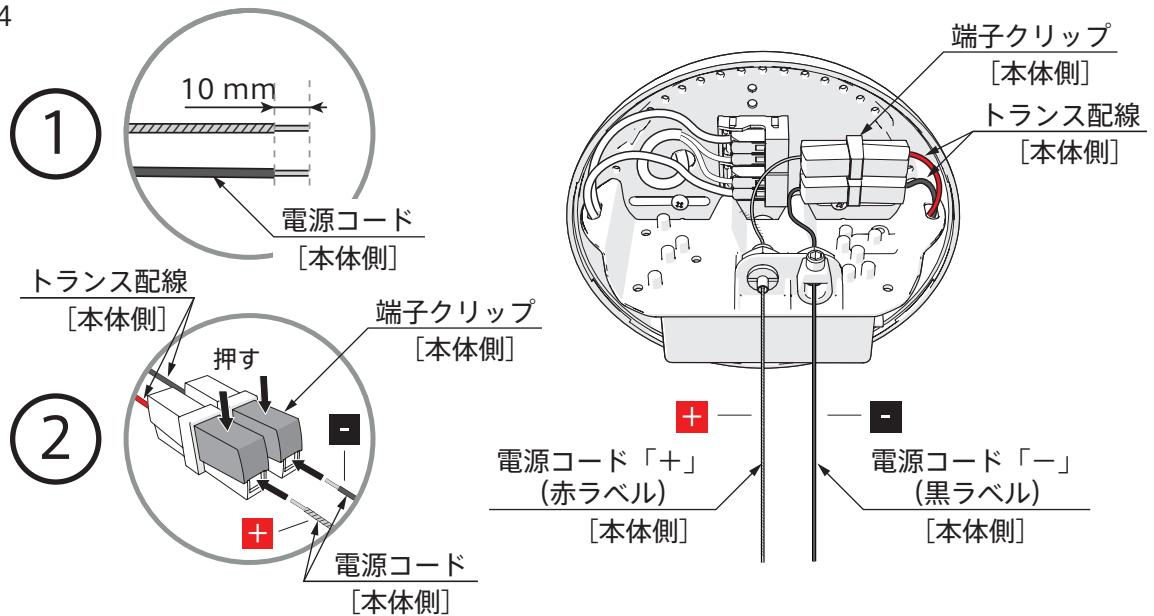

図15
15. カバーキャップ下部を押し上げて、カバーキャップ上部にはめ込みます。 (図15)